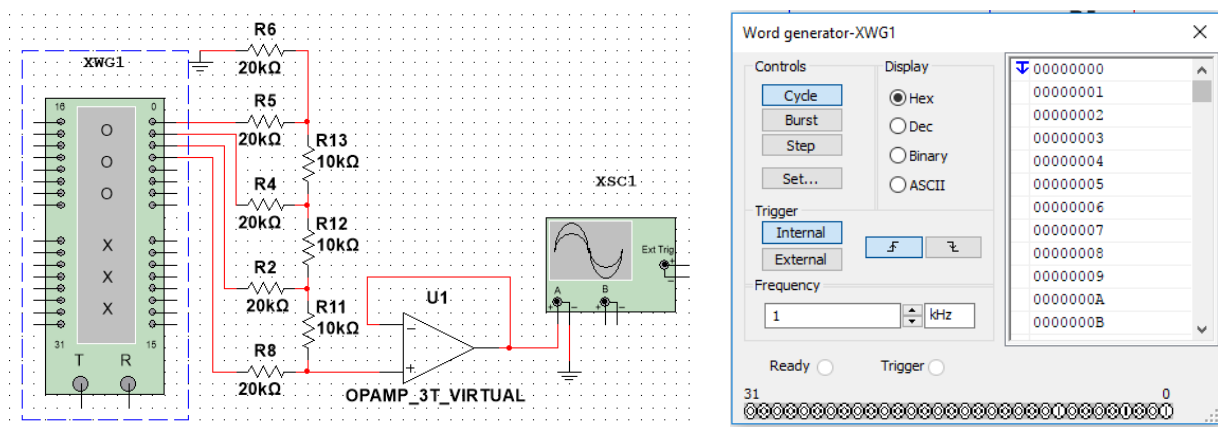

Рисунок 8 – Паралельний ЦАП на матриці R-2R з генератором слова
1. Для схеми рис. 8 отримати форму вихідного сигналу в режимі роботи генератора слова як наростаючого лічильника.
2. Для схеми рис. 8 записати потенціали у розрядних вузлах матриці R-2R в покроковому режимі роботи генератора слова.